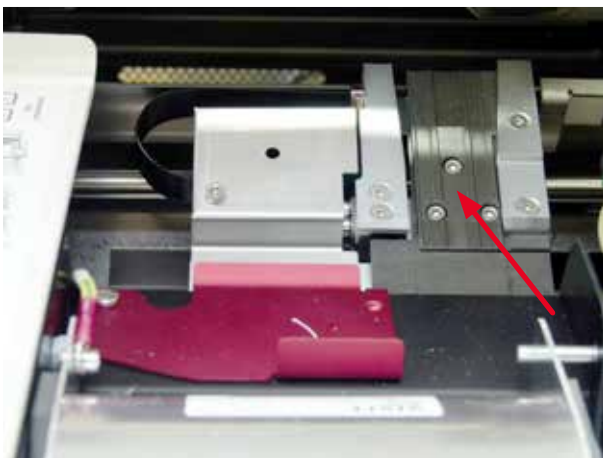

Fig. 50
- Stazione di trasporto (→ "Fig. 50")
- Chiudere l'aletta dopo aver eseguito la pulizia e prima di utilizzare lo strumento (→ "Fig. 50").